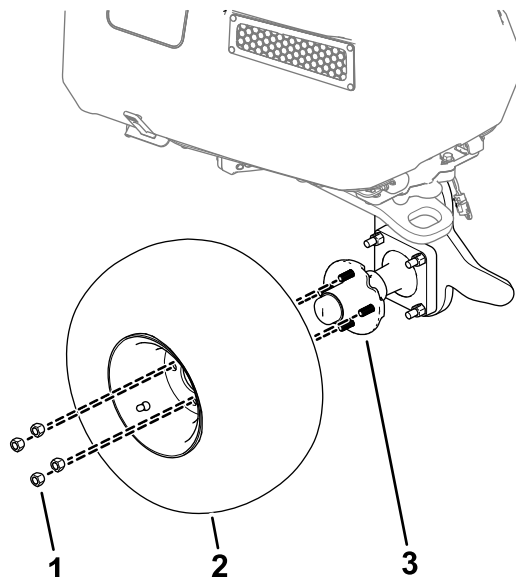

Рисунок 1
1. Отверните 4 зажимные гайки, которые крепят колесо к ступице колеса в сборе (Рисунок 1).
2. Снимите колесо с машины (Рисунок 1).